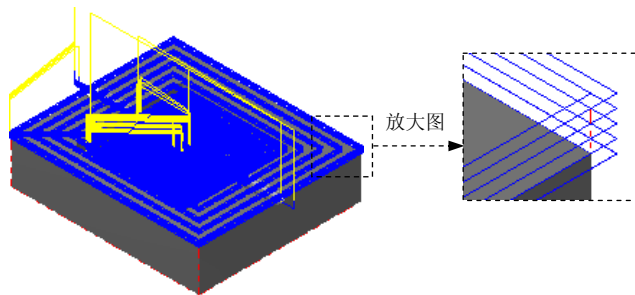

图 11.15 刀具路径
(3) 单击  按钮, 在系统弹出的“切削深度设置”对话框中选中  绝对坐标 选项, 然后在  区域的  最高位置 文本框中输入 2, 在  最低位置 文本框中输入-30。单击  按钮, 系统返回至“曲面粗加工挖槽”对话框。
Step10. 单击“曲面粗加工挖槽”对话框中的  按钮, 完成加工参数的设置, 此时系统将自动生成图 11.15 所示的刀具路径。